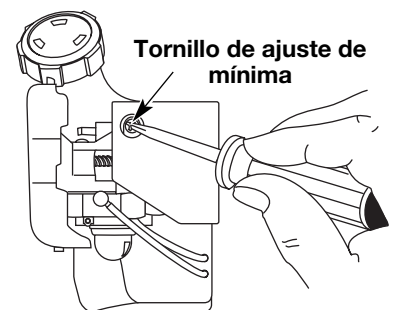

Fig. 33
La velocidad mínima del motor puede ser ajustada. Puede tener acceso al tornillo de ajuste de mínima a través de un orificio en la parte superior de la cubierta del motor (Fig. 33).
2. Suelte el gatillo del regulador y deje que el motor funcione en mínima. Si el motor se para, inserte un destornillador Phillips pequeño en el orificio de la cubierta del motor (Fig. 33). Gire el tornillo de mínima hacia adentro, en sentido horario, de a 1/8 de vuelta por vez (según sea necesario) hasta que el motor funcione en mínima suavemente.